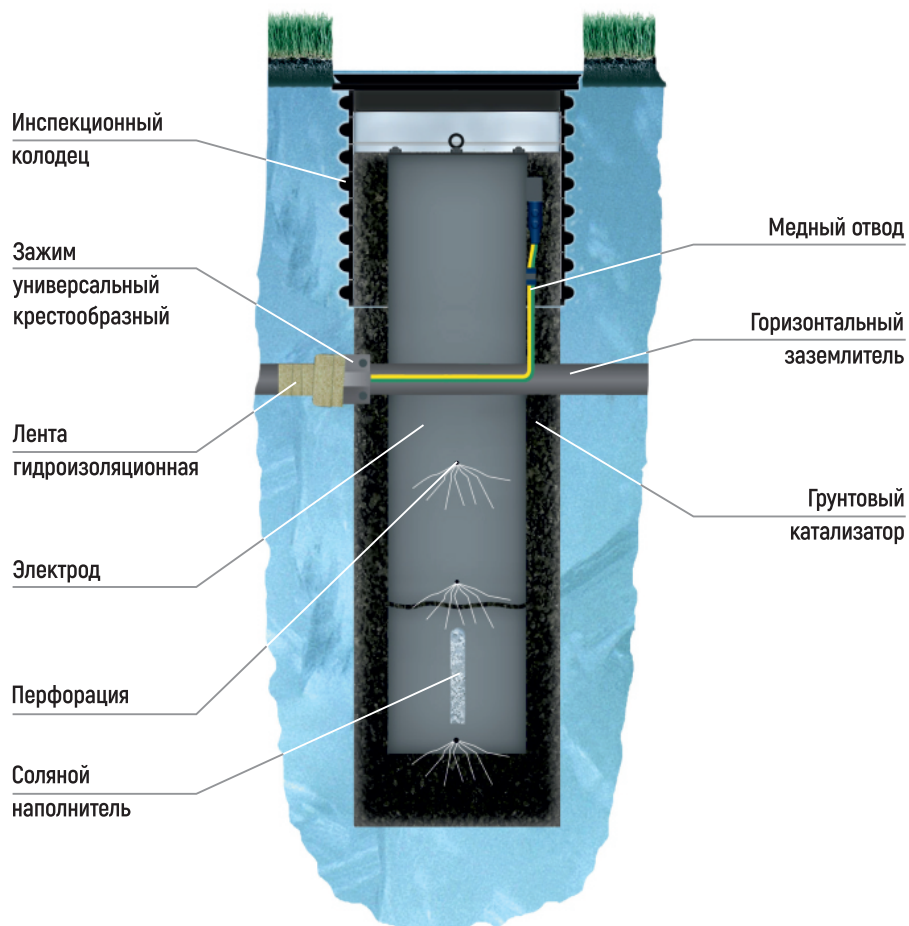
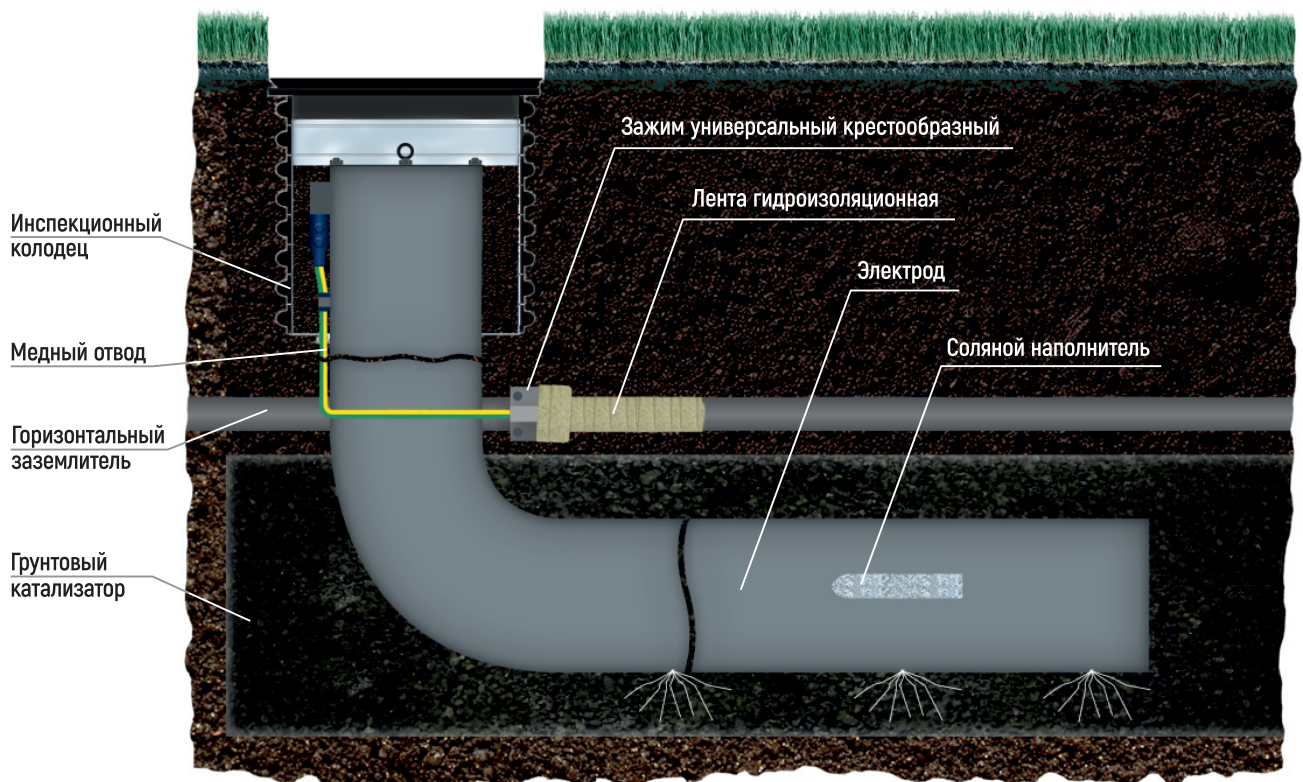

Рис. 3. Активный соляной электрод «ПИТОН» (вертикальное исполнение)
Рис. 4. Активный соляной электрод «ПИТОН» (горизонтальное исполнение)
- исполнение: вертикальное (рис. 3) / горизонтальное (рис. 4);